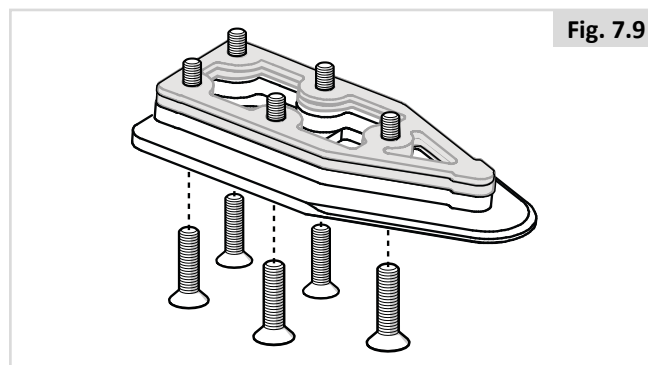

Fig. 7.9
3. Sett de fem skruene gjennom festeplaten, det obligatoriske 8 mm avstandsstykket, og de valgfrie avstandsstykkene du ønsker (grå farge på bildet) (Fig. 7.9).